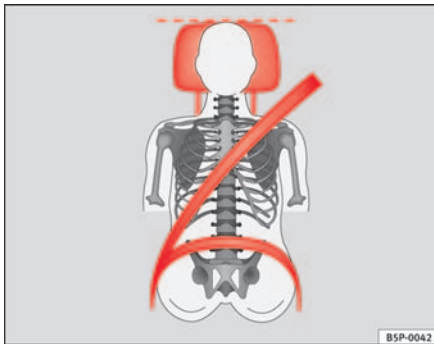
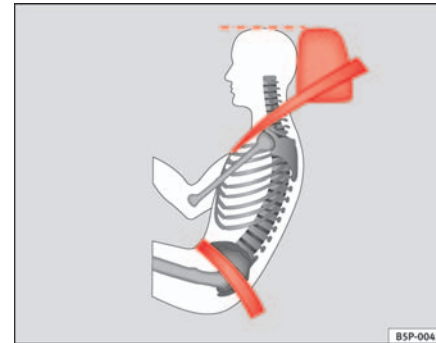

Abb. 69 Von vorne betrachtet: richtig eingestellte Kopfstütze und korrekter Gurtbandverlauf
Abb. 70 Von der Seite betrachtet: richtig eingestellte Kopfstütze und korrekter Gurtbandverlauf
- Stellen Sie die Kopfstützen so ein, dass sich die Oberkante der Kopfstütze möglichst auf einer Linie mit dem oberen Teil Ihres Kopfes, bzw. mindestens auf Augenhöhe befindet ⇒ Abb. 69 und ⇒ Abb. 70.